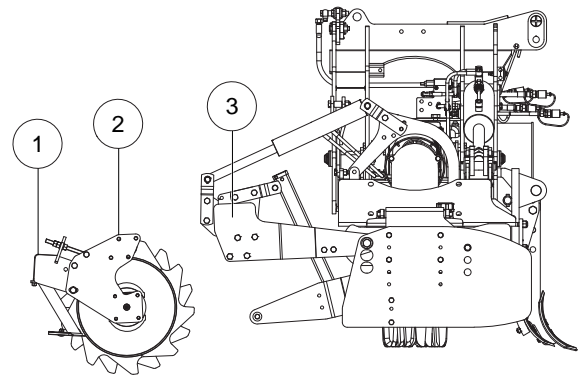

FIG. 9
- Die Drehungen der Schaber-Träger-Schiene blockieren (1, "Fig. 9").
- Die Walze auf den Boden mit Stützplatten (2, "Fig. 9") in die Richtung des Aufbaus setzen.
- Die Walzenträgerschiene (3, Fig.9) mit geeigneten Untersetzter stützen, um die Einsetzung der Walze zu arrangieren.